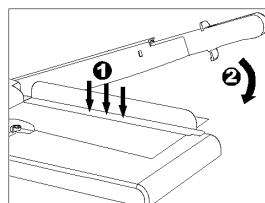

Figura 3
- Spingere con una mano il profilo pressore contro il materiale da tagliare (figura 3/1).
- Abbassare quindi con l'altra mano la leva di taglio in modo da tagliare il materiale (figura 3/2).